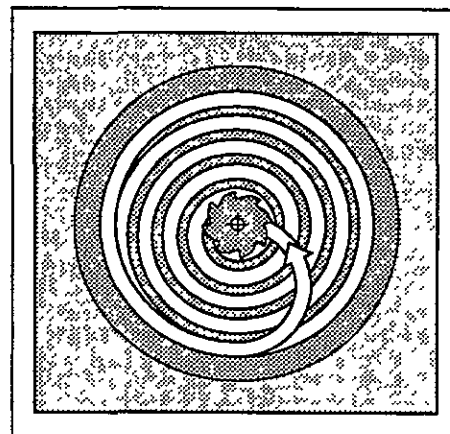

Fig. 8.11 Trajectoire de l'outil lors de l'évidement
- puis il décrit suivant l'avance programmée une trajectoire en forme de spirale (cf. fig. 8.11). La passe latérale est réalisée selon la cote k (cf. FRAISAGE DE POCHES, cycle G75/G76: calculs)